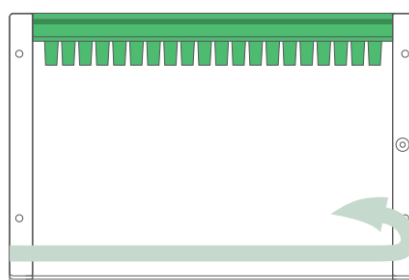

图 2. 撕下胶板侧面胶带
- 2) 从包装袋中取出 SurePAGE™ Midi 蛋白预制胶，撕掉胶板侧面的白色胶带（见图 2）；